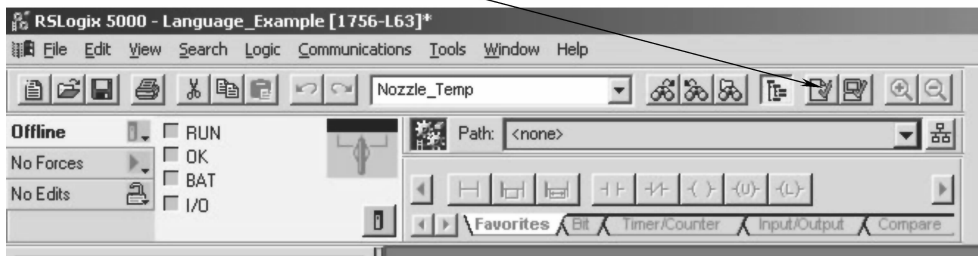

图 16-25 验证流程
18. 通过单击 RSLogix 5000 软件中的  按钮来验证例程，如图 16-25 所示。